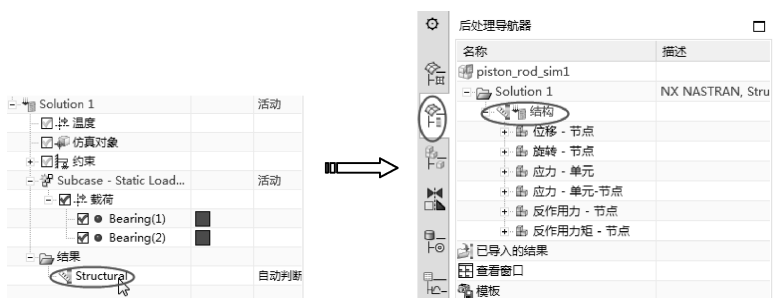

图 9-77 查看分析结果
- 04 在仿真导航器【Solution 1】工况下的【结果】子工况中双击分析结果, 切换到后处理导航器中。展开【结构】视图列表, 查看分析的结果, 如图 9-77 所示。